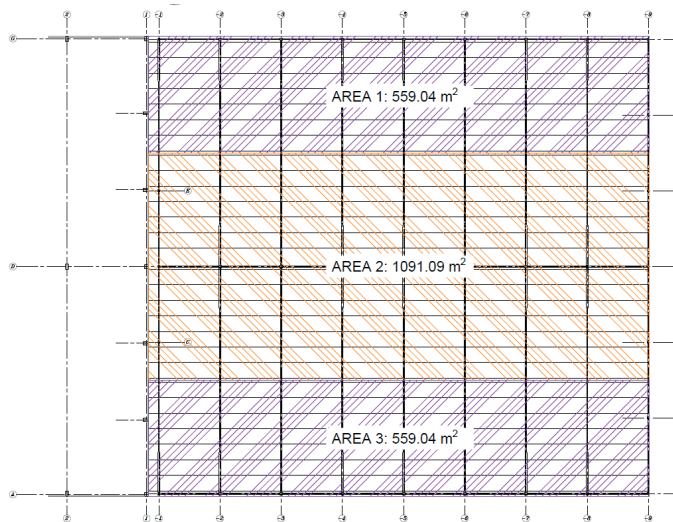

Figura 6. Distribución áreas de drenaje.
1. Se deben seleccionar las áreas de drenaje de la cubierta. El tamaño de cada área de drenaje dependerá del máximo caudal que puede transportar la tubería más grande del sistema, es decir, la de 200mm. En la Figura 6 se puede observar un ejemplo típico de selección de áreas: